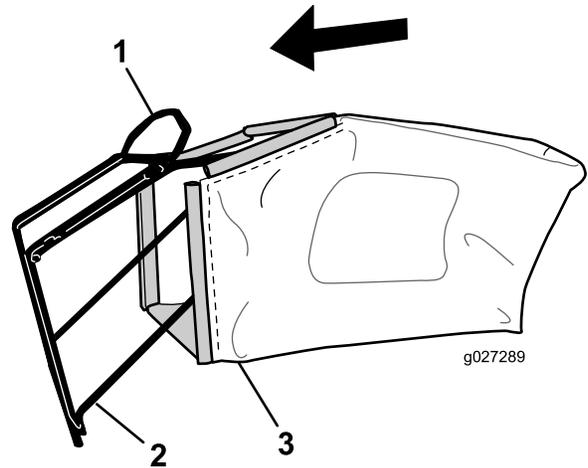

Figura 9
1. Deslize o saco de relva sobre estrutura como se mostra na Figura 9.
Nota: Não deslize o saco sobre o manípulo (Figura 9).